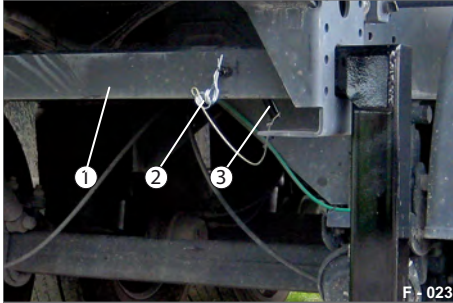

Abb. 32 Steckstützen sichern
- ▶ Stecken Sie den Steckbolzen (Abb. 32/3) durch das Steckrohr (Abb. 32/1) und Steckstütze durch.
- ▶ Stecken Sie den Federstecker (Abb. 32/2) in den Steckbolzen ein. Die Steckstützen sind gesichert.